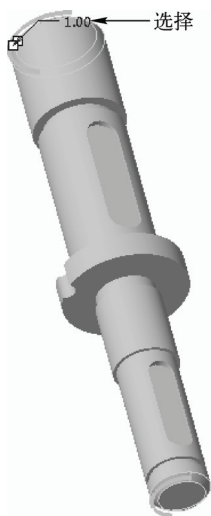

图 15-18 选择倒角边线
STEP 09 在功能区选项板的“模型”选项卡中,单击“工程”面板中的“边倒角”按钮 ,打开“边倒角”选项卡,设置倒角距离为“1”,按住〈Ctrl〉键的同时,在绘图区中选择倒角边线,如图 15-18 所示。